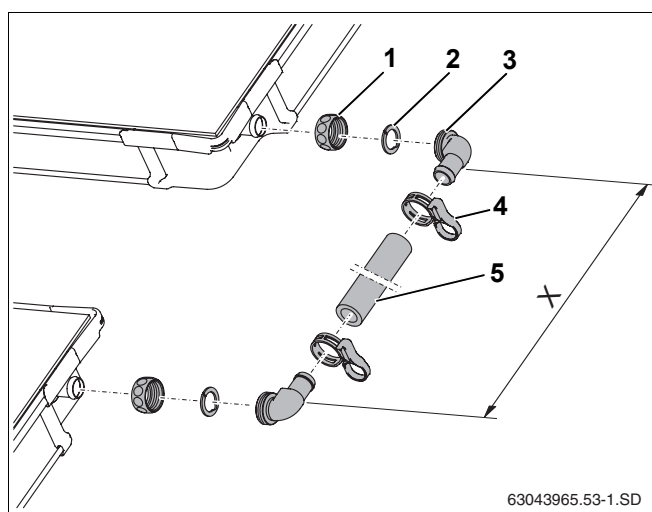

Fig. 60 Set de legătură între două rânduri de colectori
- Se introduce piulița olandeză (Fig. 60, **Poz. 1**) peste racordurile colectoarelor.
- Se poziționează șaiba (Fig. 60, **Poz. 2**) în spatele racordului colectoarelor și se presează împreună.
- Se apasă capătul de furtun îndoit cu O-Ring (Fig. 60, **Poz. 3**) pe racord și se înșurubează cu o piuliță olandeză.
- Se măsoară distanța dintre capetele de furtun îndoite (mărima X) de la colectorii montați și se taie corespunzător furtunul solar (Fig. 60, **Poz. 5**).
- Furtunul solar se împinge pe capetele de furtun îndoite și se asigură cu coliere arc (Fig. 60, **Poz. 4**).